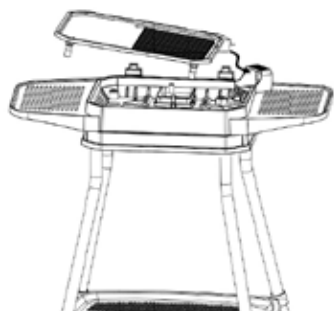

rys. 8
8. Włożyć pojemnik na tłuszcz [17] (rys. 8). Należy go wsunąć w obudowę grilla. Aby wyjąć pojemnik na tłuszcz, należy ostrożnie nacisnąć go nieznacznie do dołu, a następnie wyciągnąć.